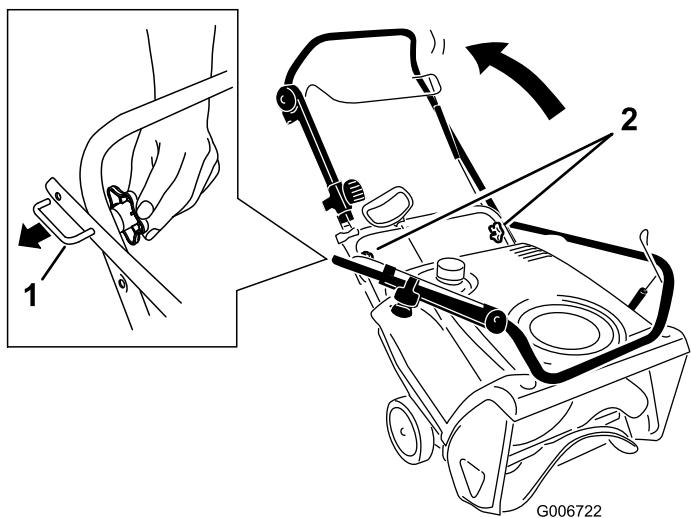

Рисунок 3
1. Ослабьте затяжку головок рукоятки, вытяните фиксаторы "П"-образной рукоятки так, чтобы вы могли свободно двигать рукояткой, и поверните рукоятку в рабочее положение (Рисунок 3).